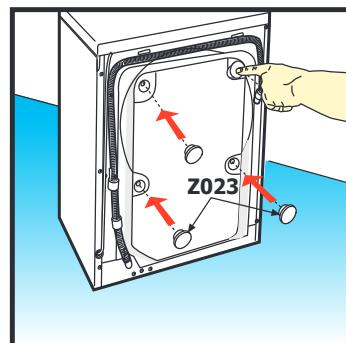

Abb. 2
- Wichtig:** Fall die Tran port icherungen im Innern der Ma chine verblieben ind, die hintere Abdeckung durch Au bauen der 10 Schrauben **A080** öffnen und die Tran port icherungen herau nehmen (**siehe Abb. 2**). Es ist wichtig, die e Teile icherzu tellen, damit ie im Falle einer zukünftigen Tran port zur Verfügung tehen.